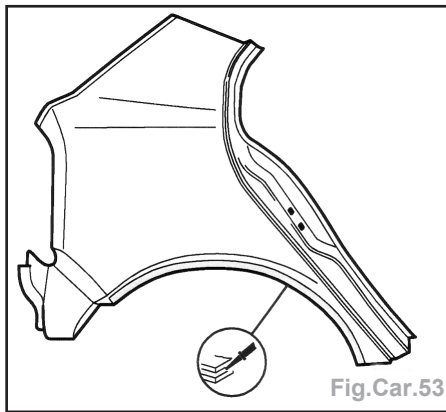

Fig.Car.53
- Appliquer de la colle au niveau de la bordure ; 2 cordons de Ø 4 mm (couper le bec en conséquence) (Fig.Car.53).